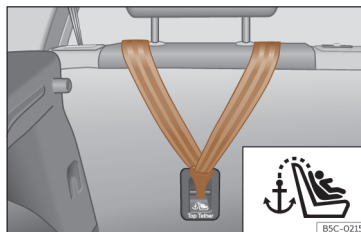
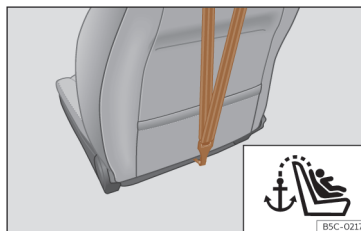

Fig. 43 Parte posterior dos bancos traseiros: fixação para o cinto Top Tether.
Fig. 44 Parte posterior do encosto do banco do passageiro: fixação para o cinto Top Tether (não está disponível em todos os mercados).
As cadeiras infantis com sistema Top Tether incluem uma correia adicional para fixação a um ponto de fixação no veículo. Este ponto de fixação encontra-se na parte traseira do encosto do banco traseiro e do passageiro¹⁾ (identificado com o símbolo ) e proporciona maior retenção >>> **Fig. 43,** >>> **Fig. 44.**
- Deslize a correia e fixe-a corretamente na fixação da parte posterior do encosto >>> Fig. 43, >>> Fig. 44.